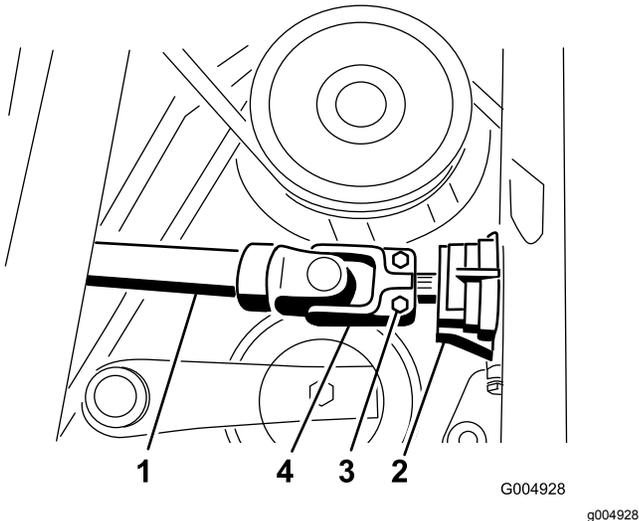

Figura 52
- Rimuovete il perno a rullo ed estraete l'albero di trasmissione dall'albero della scatola ingranaggi (Figura 52).